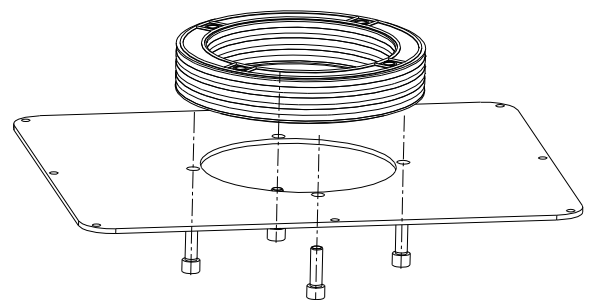

Bild 3: Montage Dämpfungsring DT
- Schrauben durch den Behälter bzw. die Grundplatte durchstecken und mit den Gewinden im Dämpfungsring DT verschrauben (siehe Bild 3).